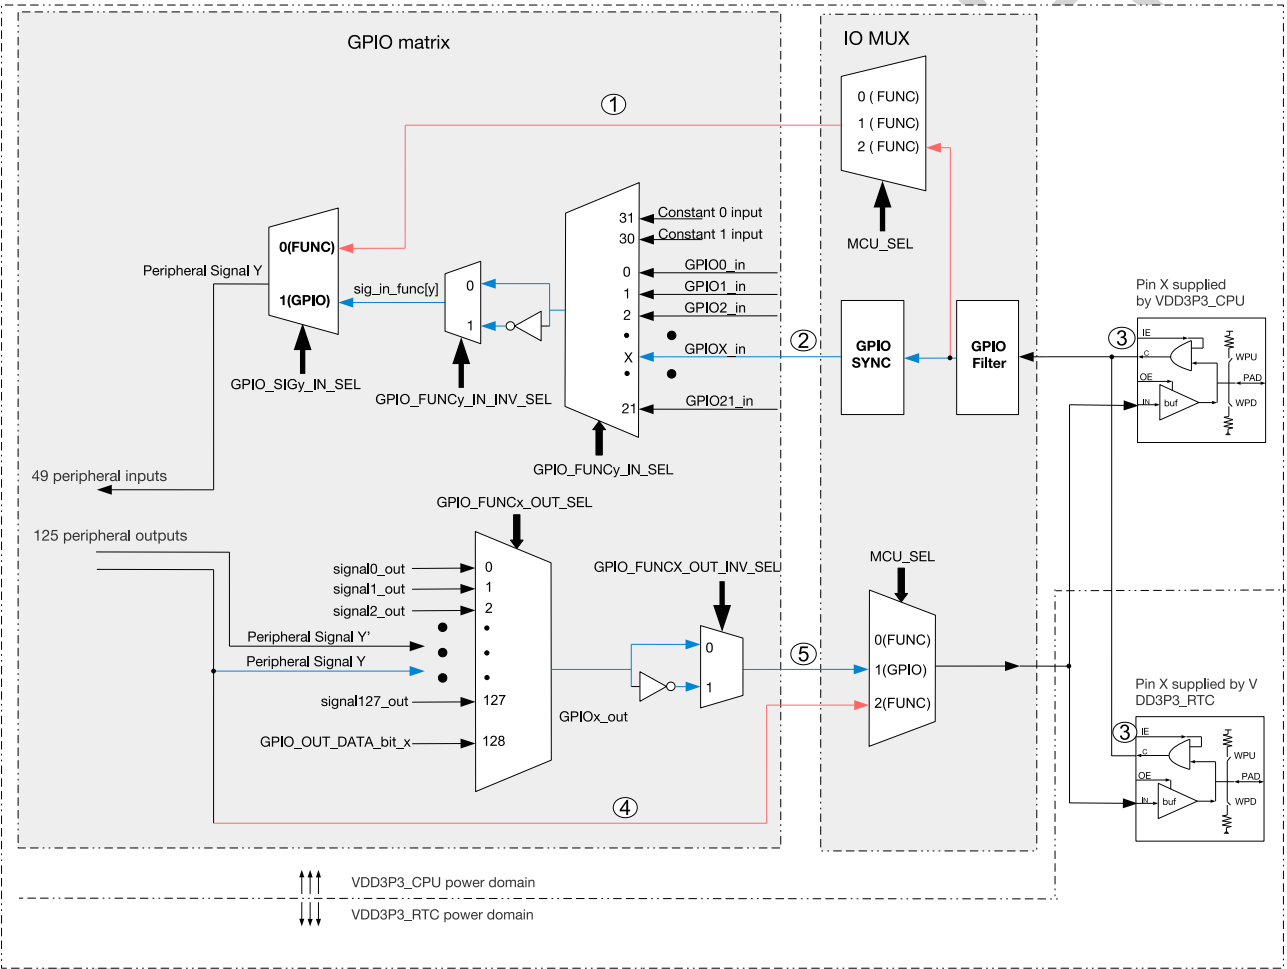

图 5-2. IO MUX 和 GPIO 交换矩阵框图（详图）
- 图 5-2 详细展示了 IO MUX 和 GPIO 交换矩阵将信号引入外设和引出至管脚的具体过程；
如图 5-2 所示，对于信号输入，外部输入信号从 GPIO 管脚输入，经 GPIO SYNC 模块同步至 APB 总线时钟后进入 GPIO 交换矩阵。外部输入信号也可以通过 IO MUX 直接进入外设，但信号无法经由 GPIO SYNC 模块同步。
如图 5-2 所示, 对于信号输出, 125 个输出信号 (0 ~ 59, 63~ 127) 中的某一个信号通过 GPIO 交换矩阵到达 IO MUX, 然后连接到某个 GPIO 管脚。